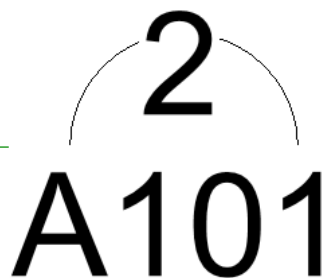

图 3-6 添加标签
(6) 单击“确定”按钮，将标签添加到图形中，如图 3-6 所示。从图中可以看出索引符号不符